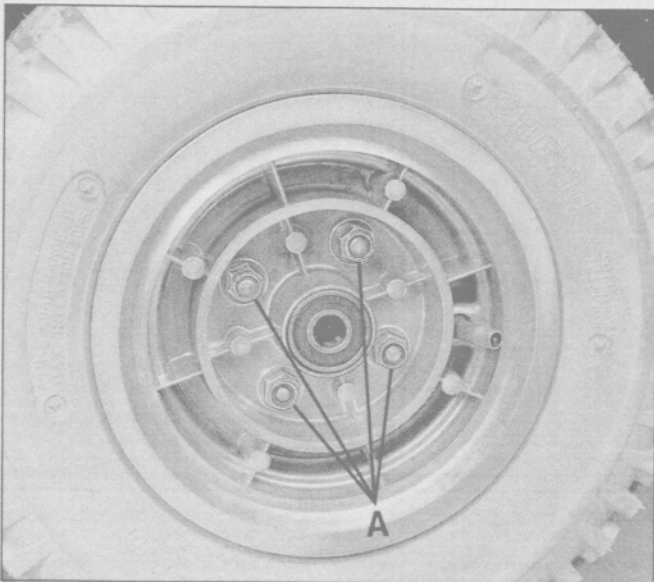

Fig 20.
- 4) Remove 4 nuts A (Figure 20).